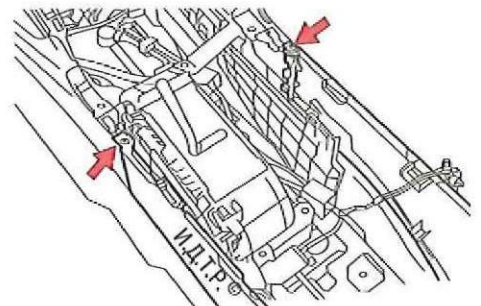

Рис. 6.17. Крепление нижней облицовки центральной консоли панели приборов
19. Выверните два винта крепления нижней облицовки панели приборов (рис. 6.17)